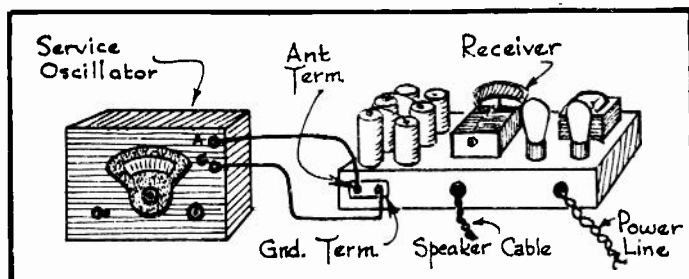

Fig. 3
2.- CONNECT THE "ANTENNA" TERMINAL OF THE SERVICE OSCILLATOR TO THE ANTENNA TERMINAL OF THE RECEIVER AND THE "GROUND" TERMINAL OF THE SERVICE OSCILLATOR TO THE GROUND TERMINAL OF THE RECEIVER, AS SHOWN IN FIG.3.